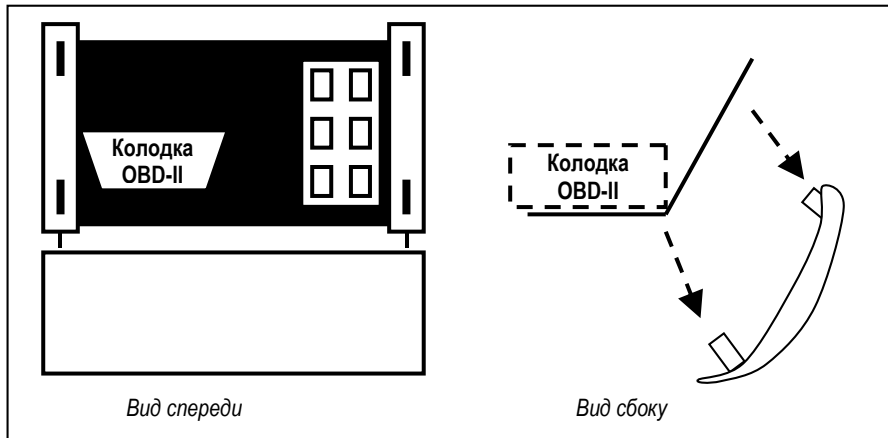

Рисунок 12. Кожух блока предохранителей.
- большой кожух из твердого пластика, под цвет отделки салона автомобиля, закрывающий колодку OBD-II и блок предохранителей (см.рисунок 12);